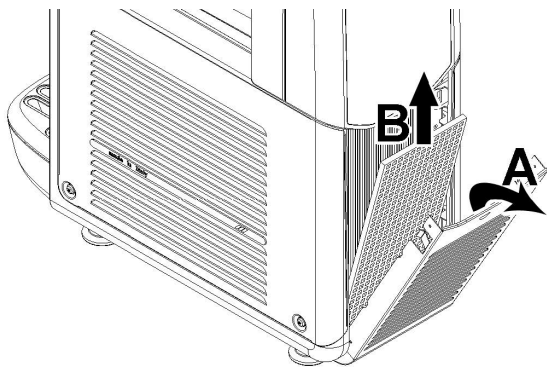

figura 25
**2 Ogni mese:** eliminare la polvere accumulata sul filtro del condensatore posto sul lato posteriore della macchina (vedere figura 25).